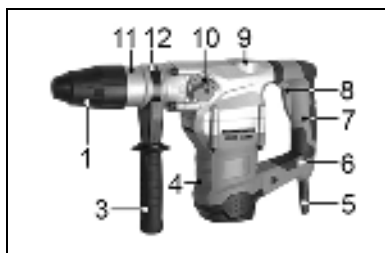

Рис. 3.
7.1. Установка дополнительной рукоятки для модели ПЭ-1600/40Э (Рис. 3)